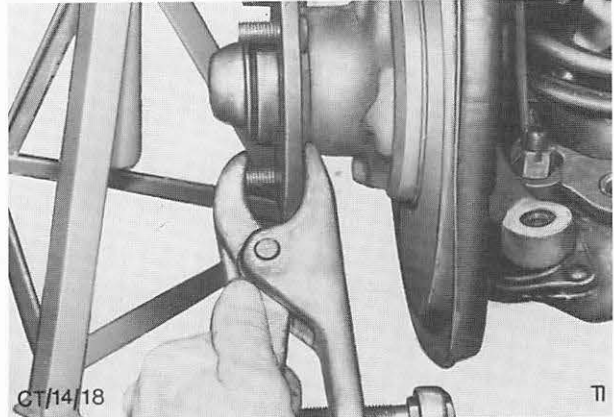

Abb. 28 Radbolzen herauspressen
4. Radbolzen mit Werkzeug 13-006 aus dem Radnabenflansch pressen. Abb. 28.